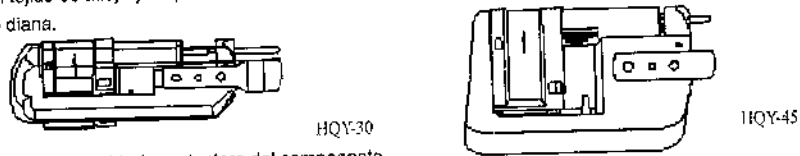
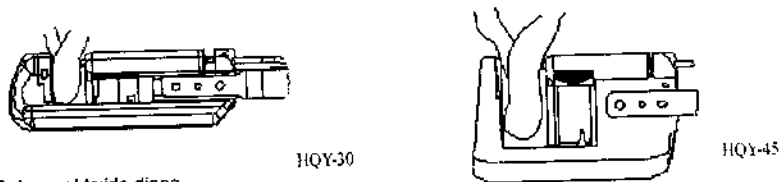

Figura 5. Retire la cubierta protectora del componente
Figura 6. Colocar el tejido diana
1). Retire la cubierta protectora del componente como la flecha apunta (véase la figura 5). Colocar el tejido que necesita ser cortado y sutura entre el yunque y los componentes (consulte la Figura 6). Luego, aprietan la manija de cierre y fix-asa hasta que se oiga el sonido del "clac" lo que significa que el equipo ya está en su lugar. En este momento, el push-pull de empuñadura de palanca de posicionamiento también reenviar automáticamente en su lugar para fijar el tejido (véase la figura 7).